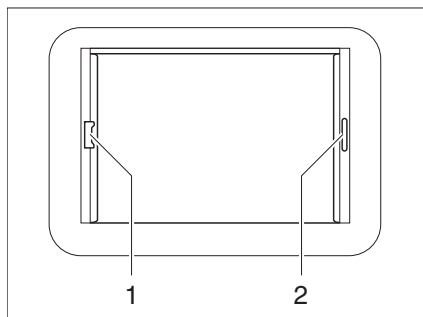

Fig. 52 Lanterneau Heki, verrouillage du store
- Tirer le dispositif occultant plissé par la poignée (Fig. 52,2) et le relâcher lorsqu'il a atteint la position voulue. Le dispositif occultant plissé reste alors à cette position.
- Tirer sur la poignée (Fig. 52,1) de la moustiquaire jusqu'à toucher la poignée du dispositif occultant plissé (Fig. 52,2) située vis-à-vis et la faire s'enclencher.
- Appuyer sur la poignée de la moustiquaire vers l'arrière et le haut et décrocher la moustiquaire du dispositif occultant plissé (Fig. 52,2).